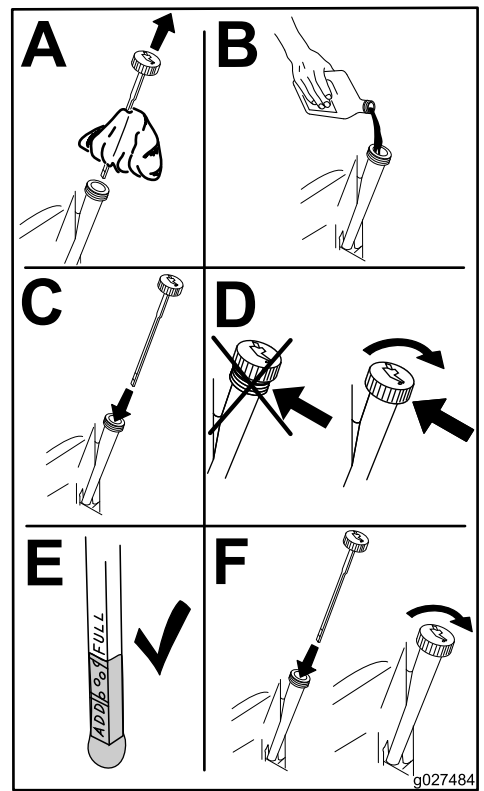

Figura 37
6. Coloque lentamente cerca de 80% da quantidade de óleo especificada no orifício de enchimento (Figura 37).
7. Verifique o nível de óleo (Figura 37).